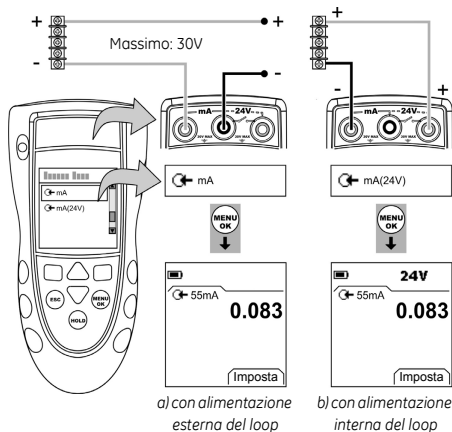

Figura 5: Esempio configurazione – misura di mA
1. Collegare lo strumento (Figura 5) e, se necessario, modificarne il *Setup* (Tabella 1).